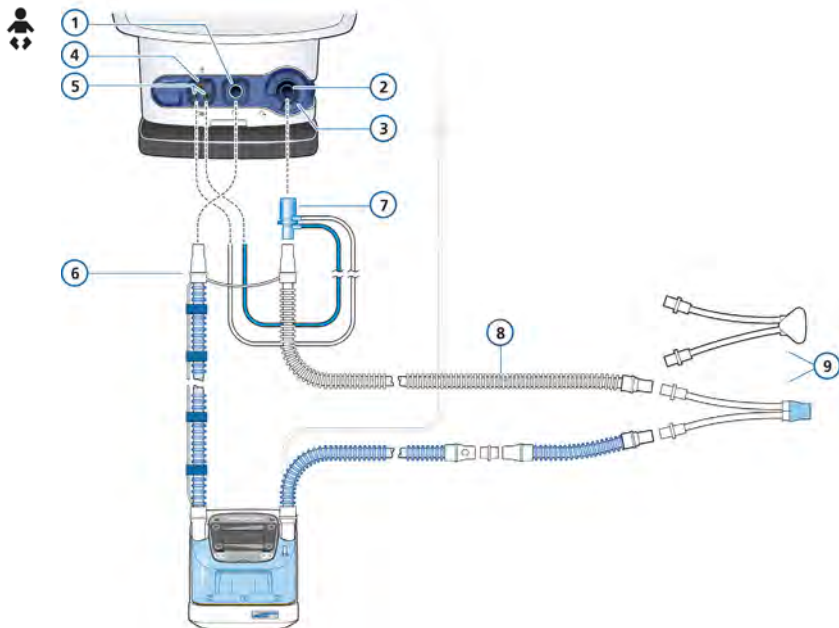

Figura 5-6. Circuito respiratorio con humidificador, para el modo nCPAP-PS (neonatos)
En las figuras 5-4 y 5-5 se muestran los circuitos respiratorios típicos con humidificador o HME/HMEF, válidos para la mayoría de modos de ventilación. En la figura 5-6 se muestra un circuito respiratorio típico para el modo nCPAP-PS.
- Con el modo nCPAP-PS, el sensor de flujo se conecta a la rama espiratoria de la válvula espiratoria del respirador. Consulte la figura 5-6.